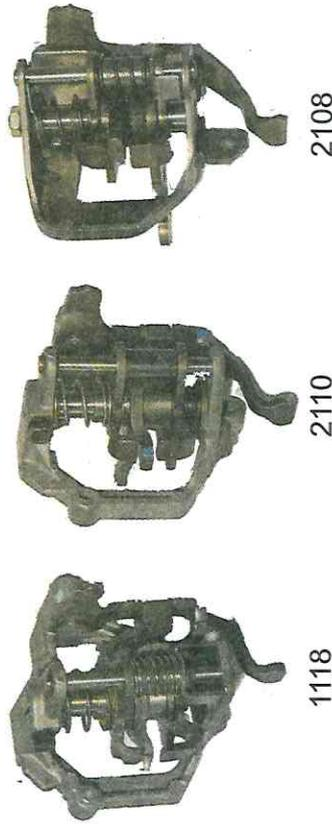

Рисунок 61
- 1) По механизмам выбора передачи особых нареканий не возникает. Они отличаются по моделям (см. рис. 61).